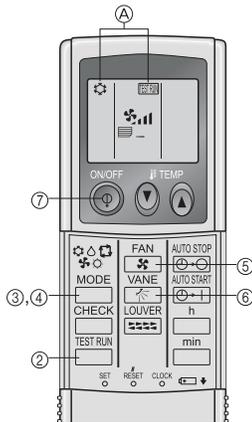

Fig. 7-7
7.2.2. Verwendung der drahtlosen Fernbedienung (Fig. 7-7)